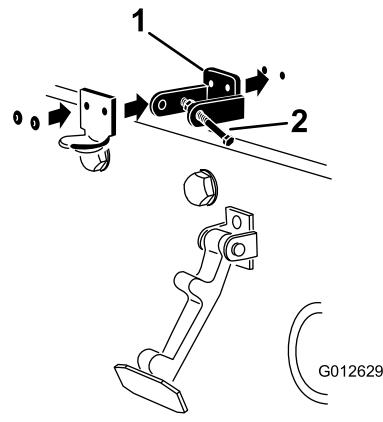

Figure 8
- Alignez les trous de montage et positionnez le support de loquet CE et le support de loquet du capot sur le capot (Figure 8).
- Rivetez les supports et les rondelles sur le capot (Figure 8).